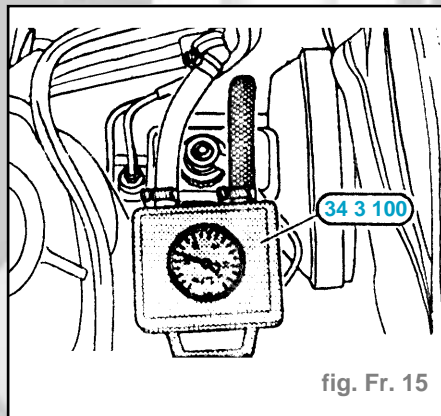

fig. Fr. 15
- Déconnecter le flexible du raccord et raccorder le vacuomètre 34 3 100 entre le raccord et le flexible de dépression du clapet de non retour (fig. Fr. 15).